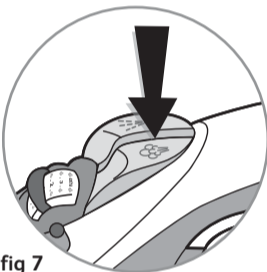
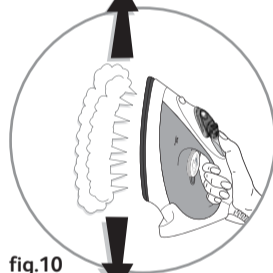

fig 7
fig.10
- Appuyez de temps en temps sur la touche Superpressing pour éliminer les plis tenaces (fig 7).
- Appuyez sur la touche Superpressing par impulsions (fig 7) et effectuez un mouvement de haut en bas (fig 10).